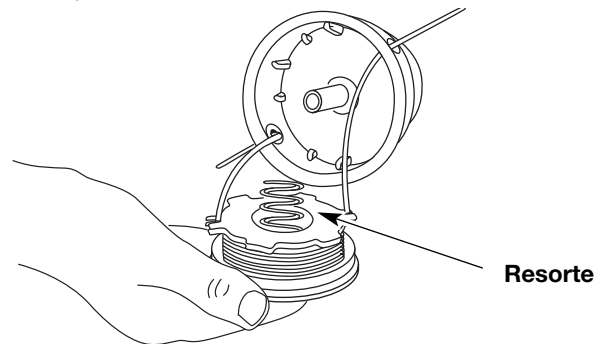

Fig. 24
13. Inserte los extremos de la línea a través de los ojillos de la bobina exterior y coloque el carrete interior con el resorte dentro de la bobina exterior (Fig. 24). Empuje el carrete interior y la bobina exterior entre sí. Mientras sostiene el carrete interior y la bobina exterior, tome los extremos y tire con firmeza para soltar la línea de las ranuras de fijación de la bobina.
5. Inserte los extremos de la línea en los ojalillos de la bobina exterior (Fig. 24).